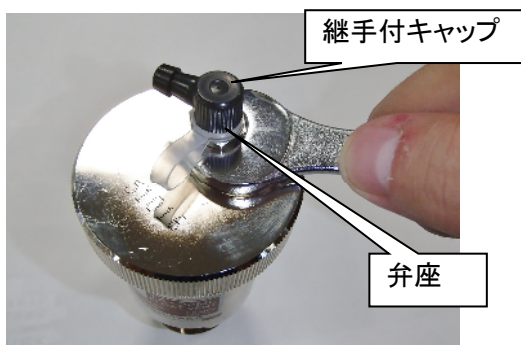

図3
- (1) 熱源(温水ボイラー・電気温水器等)及びポンプの運転を止めて下さい。
- (2) 配管内の圧力を抜いて下さい。
- (3) 弁座をスパナ(呼び12)にて外します。(図3)